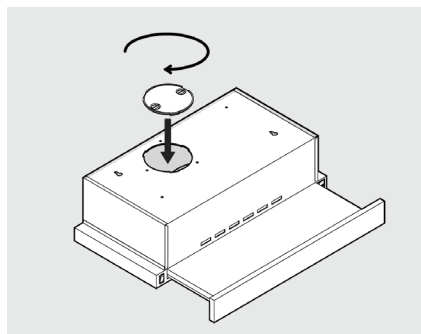

Figura 12.
2. Fije a la campana el adaptador del ducto que viene incluido con el producto, girándolo en el sentido de las agujas del reloj. (Ver Figura 12).